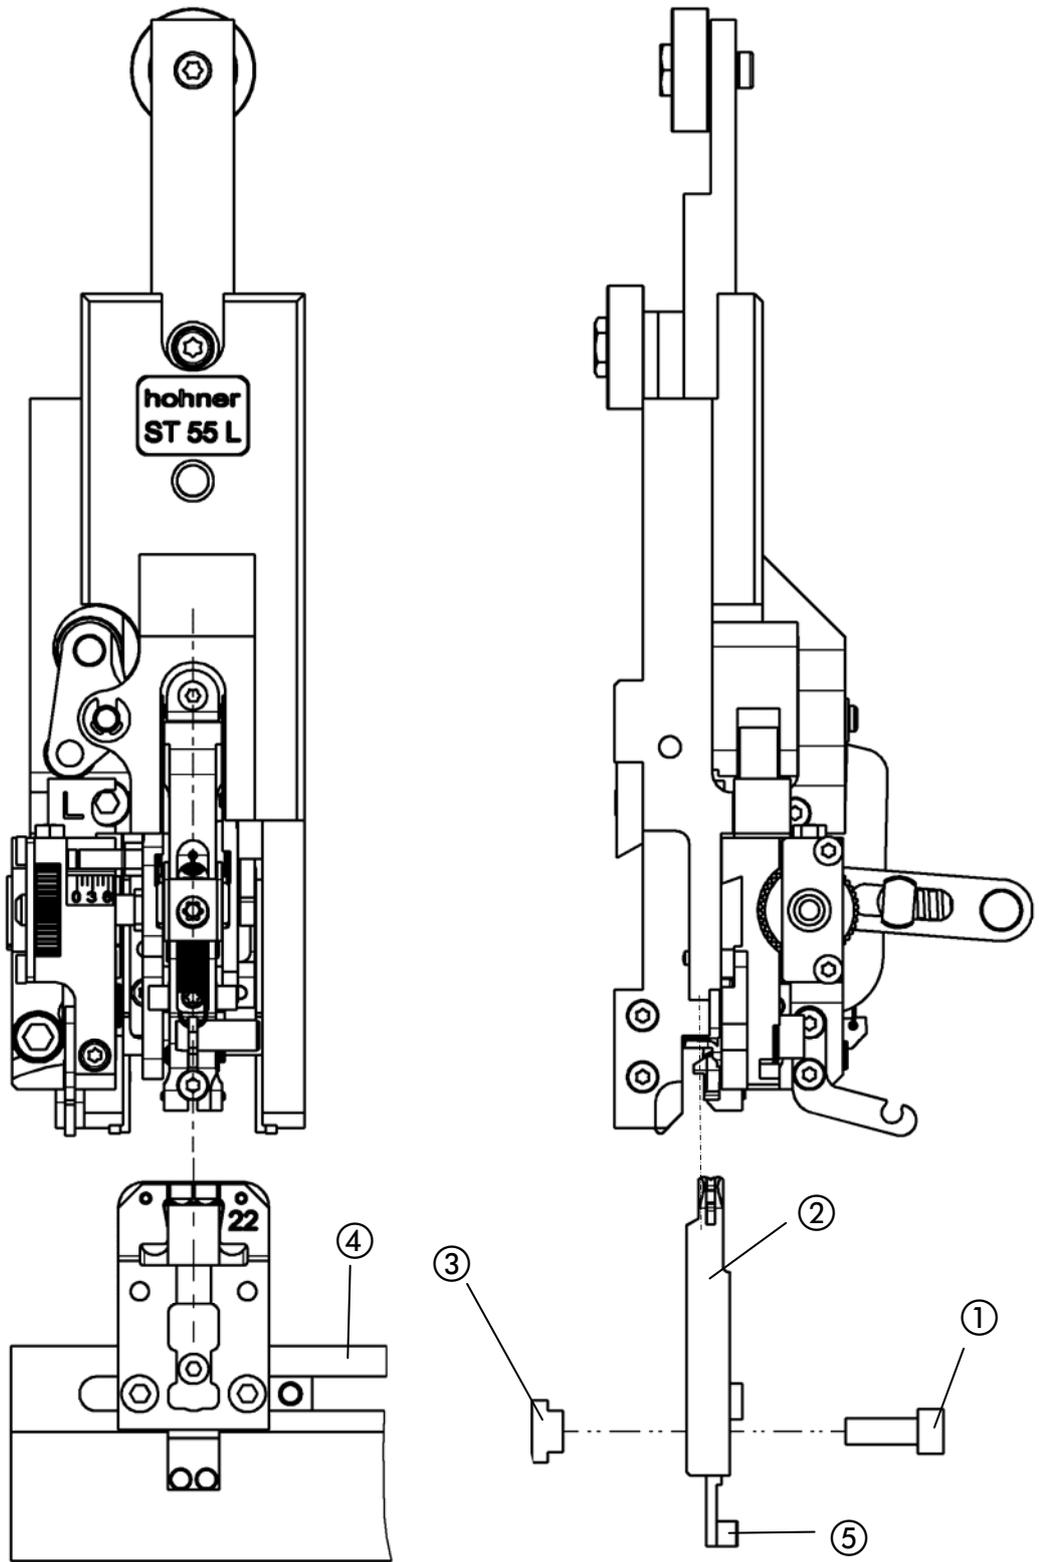

Abb. 5
- Abb. 5 -
- Zuerst Befestigungsschraube ①, Klinscherkasten ② und Nutzenstein ③ voneinander trennen.
- Nutzenstein ③ von hinten in die Traverse ④ schieben.
- Klinscherkasten ② von vorne auf die Traverse ④ setzen und darauf achten, dass die Stößelnase ⑤ im entsprechenden Hubbalken liegt.
- Mit den Befestigungsschrauben ① den Klinscherkasten ② mit dem Nutzenstein ③ in der Traverse ④ fixieren.